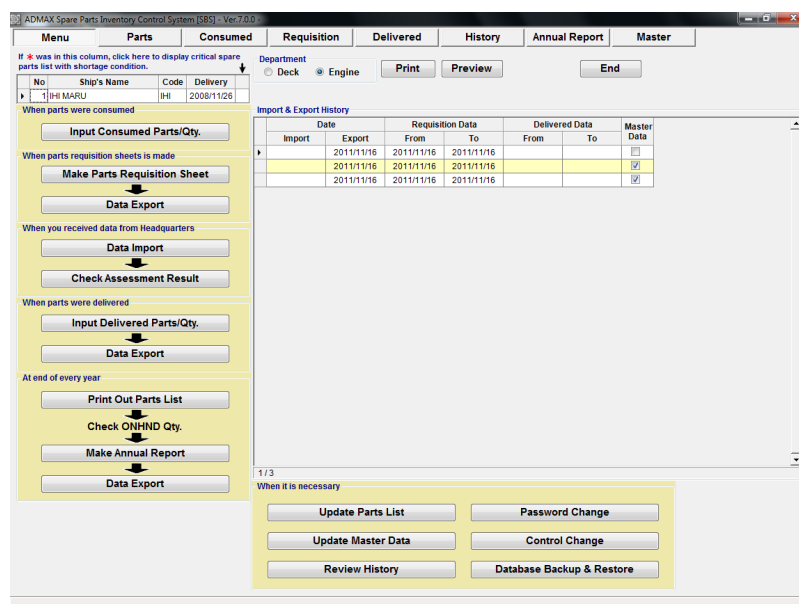

図 16.3 Menu
- “Menu Screen”で[Database Backup & Restore] ボタンをクリックします。(図.16-3).